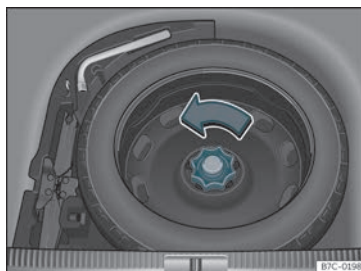

Fig. 216 Dans le coffre à bagages : plancher de chargement soulevé.
- Tournez la molette dans le sens inverse des aiguilles d'une montre»» fig. 216 .